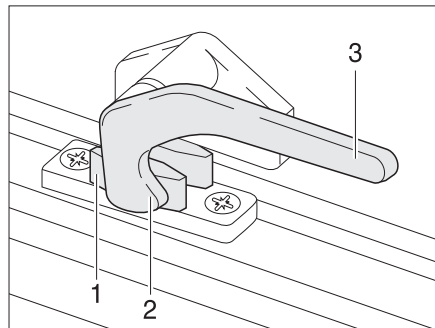

Fig. 35 Palanca de bloqueo en la posición de "cerrado"
- Girar la palanca de bloqueo (Fig. 35,3) un cuarto de vuelta hacia la mitad de la ventana.
- Girar la palanca de bloqueo (Fig. 35,3) un cuarto de vuelta hacia el marco de la ventana. El saliente de bloqueo (Fig. 35,2) se encuentra en la cara interior del bloqueo de la ventana (Fig. 35,1).
- En la posición "cerrada fijamente" (Fig. 35).